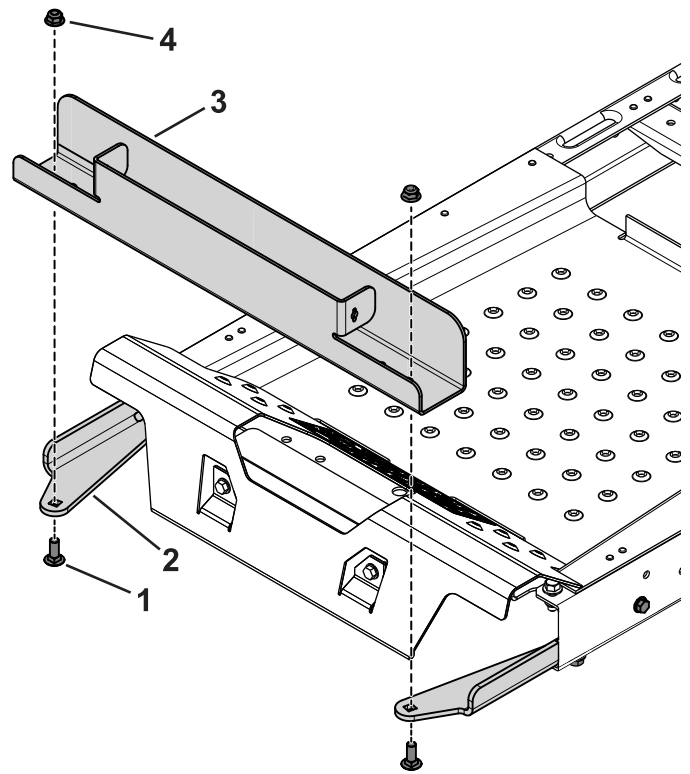

Bild 2
3. Befestigen Sie das Ballastfach mit den zwei Schlossschrauben (3/8" x 1") und Bundmuttern an den Befestigungen (Bild 2).